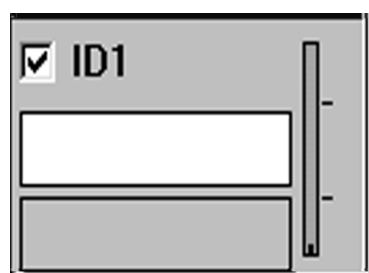

Рис. 6.7. Окно глобальной целевой функции
Close. Видим, что в поле Specifications появилось окно, показанное на рис. 6.7. В верхней части окна находится переключатель, включающий/исключающий целевую функцию из процесса вычислений. Белое поле в середине окна содержит текущее значение функции, нижнее поле – начальное значение. В правой части окна находится индикатор, показывающий соответствие значения целевой функции заданному. Если индикатор имеет красный цвет, то функция не достигла заданного значения, при этом по меткам в правой части шкалы можно
*I вариант.* Снова открыть окно Edit Specification, для чего либо дважды щелкнуть левой кнопкой мыши на правой части окна (см. рис. 6.7), либо выполнить пункты меню Edit→Specifications; после чего выбрать вид анализа Tran. Так как Tran является многоточечным видом анализа, то в качестве глобальной целевой функции в графе Evaluate задают выражение, содержащее локальные целевые функции, например MAX(I(D1)). После выхода из окон Edit Specification и Specifications можно запускать процесс оптимизации.